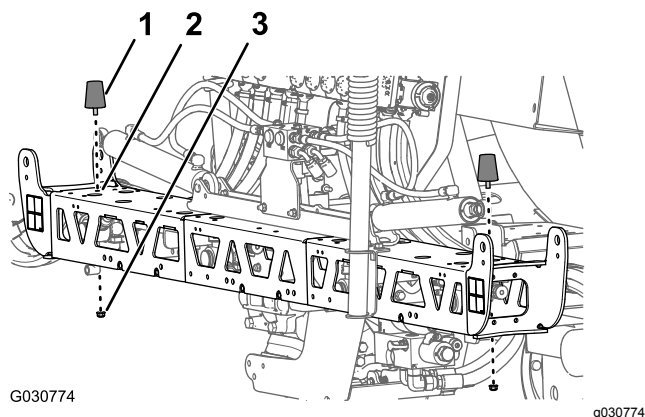

Figura 131
1. Allineate il prigioniero filettato del paraurti che avete rimosso al passaggio 4 di Rimozione del supporto della barra \(pagina 39\) attraverso il foro centrale all'estremità della piastra superiore della sezione centrale della barra (Figura 131).